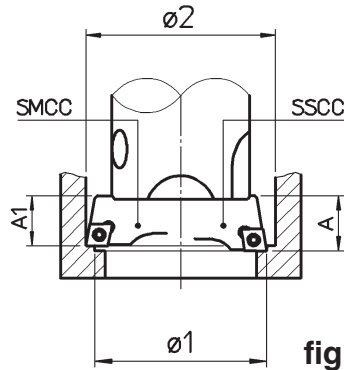

fig.2
- (fig. 2) an SSCC bit holder and an SMCC bit holder not at the same plane and with the two cutting edges set at different radial distances for high cutting depth roughing operations.
- (Abb. 2) je einen Plattenhalter SSCC und SMCC auf verschiedener Höhe mit der Schneidkante der Wendeplatten auf verschiedenem Durchmesser einstellen für Schrupperarbeiten mit großer Spantiefe.